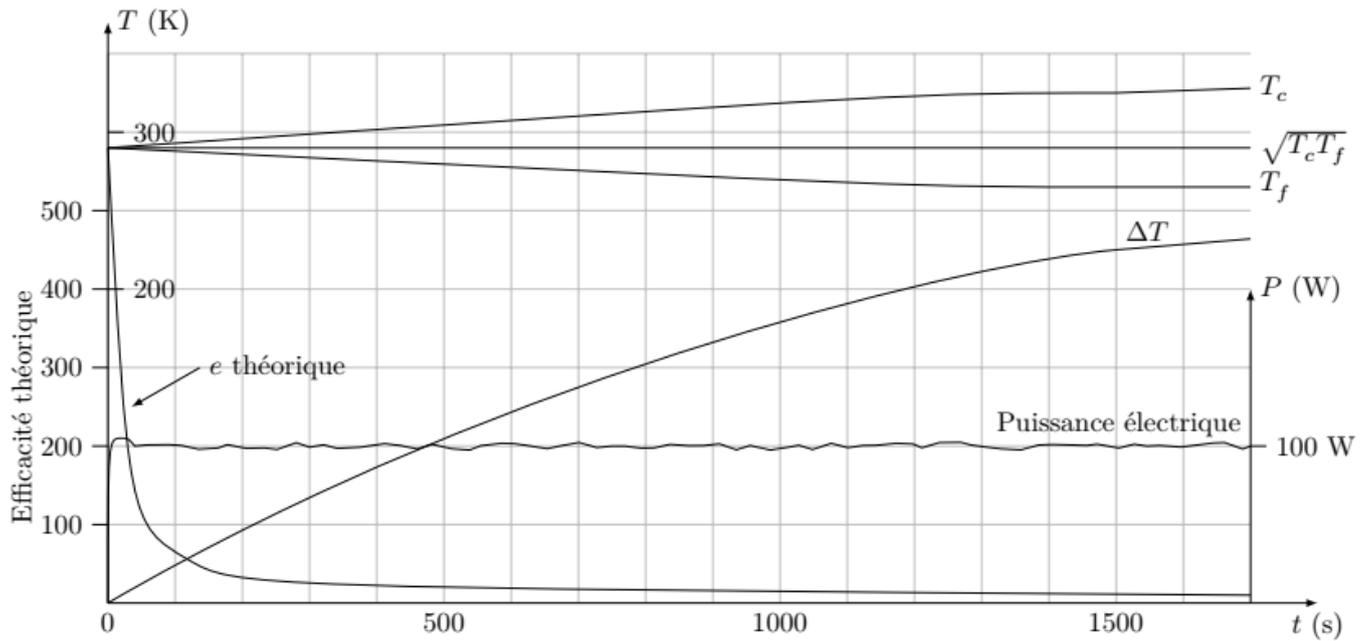

Figure 6 Courbes expérimentales
**I.B.3)** Lors de l'expérience, on obtient les tracés de la figure 6 avec  $\theta_0 = 17^\circ\text{C}$ , où  $\theta_0$  représente la température initiale commune des deux seaux.
Commenter cette expression. La courbe nommée e théorique (figure 6) est-elle en accord avec cette expression ?